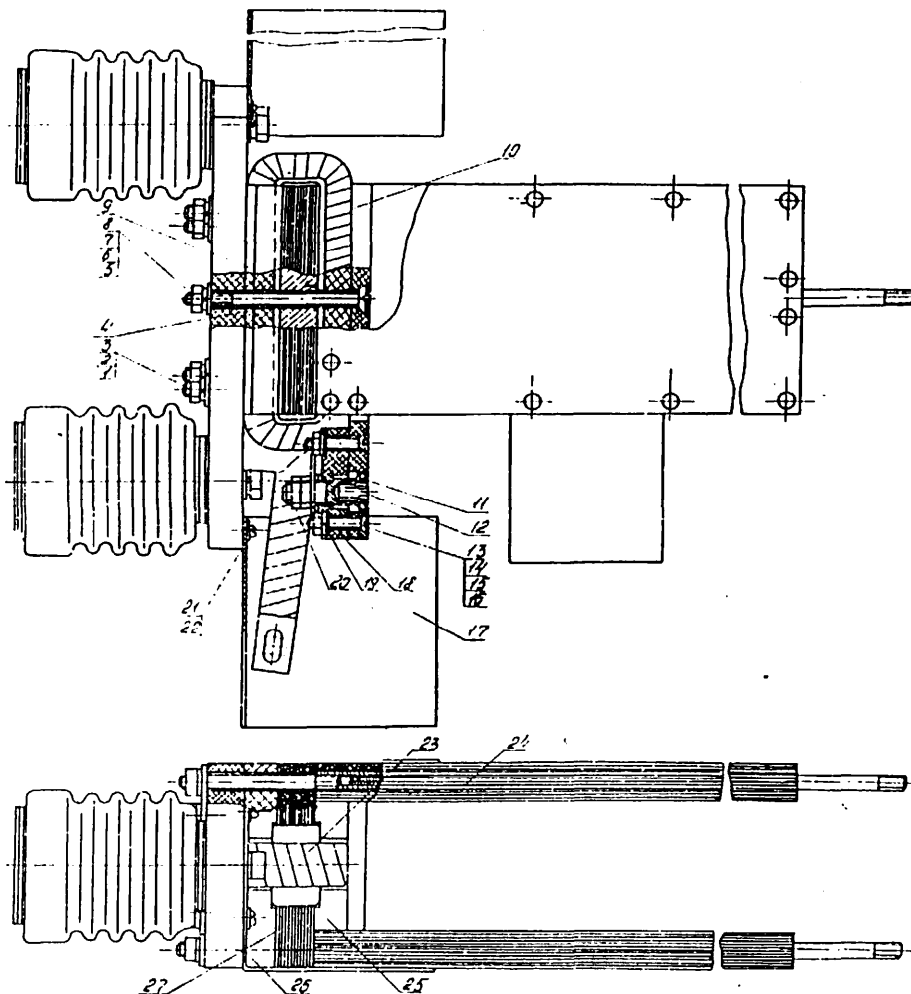

Рис.7. Электромагнит:
06.1. Вывинтить винты 21 (рис.7) и снять козырек 17.